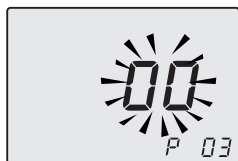

Figura 9.19
- Premere il tasto 17 per passare al parametro **P03** e visualizzare il relativo valore impostato: **00** = scambiatore sanitario a piastre (Figura 9.19).